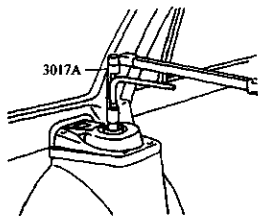

图 3-181 拆下减振器支承杆座螺母
7) 从车身上拧下支承杆座螺母，如图 3-181 所示。
3) 从车身上拧下减振器支承杆座螺母，见图 3-181 所示。